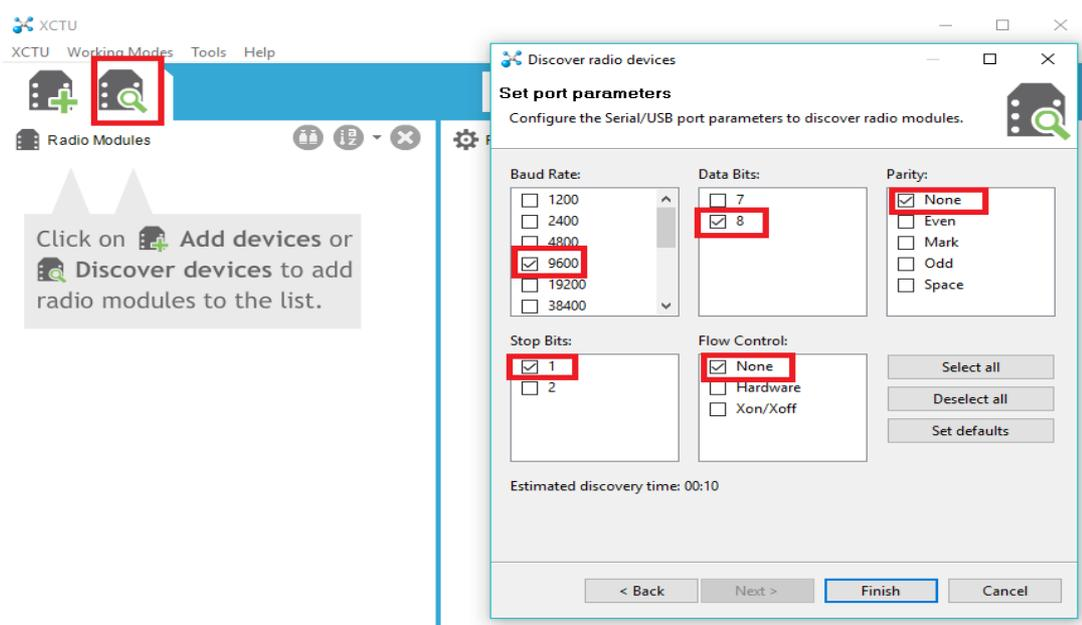

Figura 5.2.1. Selección del dispositivo conectado
- Luego se seleccionan los parametod del puesto, como se muestra en la figura 5.2.1.